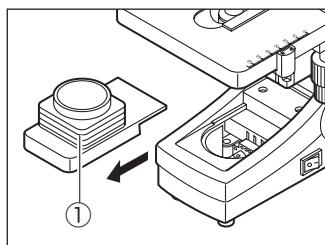

図10
2.2.7 ランプの取り付けと交換 (図10、11、12)
- 1 コンデンサーモジュール①を引き出します。
- 2 ランプ②に記載されている目印を使用して、ランプのピンをソケット③に挿し込みます。